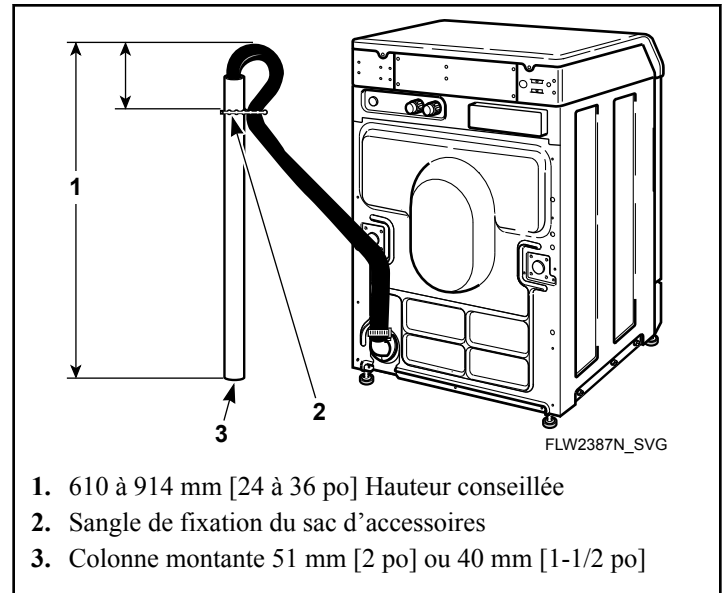

Figure 11
2. Retirer la sangle à renflements du sac d'accessoires, la placer autour de la conduite verticale et du tuyau de vidange puis la serrer pour que le tuyau soit retenu à la conduite. Se reporter au *Figure 11*. Ceci empêche le tuyau de se déloger de la colonne montante durant la vidange.